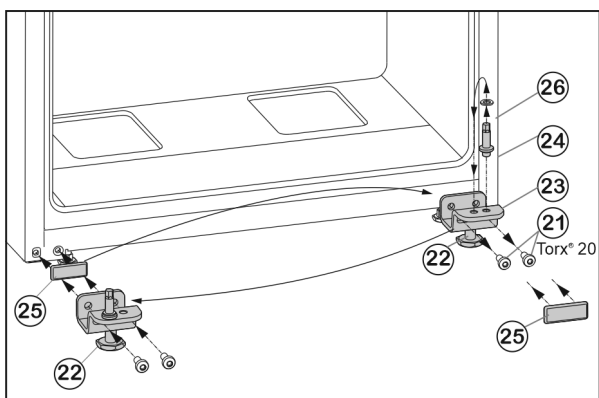

Fig. 7
- ▶ Atsukite tvirtinimo varžtus Fig. 7 (21).
- ▶ Nuimkite visą apatinę atraminę gembę Fig. 7 (23) su atraminiu varžtu Fig. 7 (24), poveržle Fig. 7 (26) ir reguliavimo kojele Fig. 7 (22).
- ▶ Visiškai atsukite atraminį varžtą Fig. 7 (24) su poveržle Fig. 7 (26), perkeltkite į priešingoje atraminės gembės pusėje esančią tvirtinimo angą ir vėl priveržkite.
- ▶ Atsargiai nuimkite dengiamąją plokštelę Fig. 7 (25) ir perkeltkite ją į priešingą pusę.
- ▶ Apatinę atraminę gembę Fig. 7 (23) su atraminiu varžtu Fig. 7 (24), poveržle Fig. 7 (26) ir reguliavimo kojele Fig. 7 (22) vėl tvirtai prisukite kitoje lankstų pusėje, prireikus, naudodami akumuliatorinį atsuktuvą (su 4 Nm).
- ▶ Apatines duris iš viršaus uždėkite ant atraminio varžto Fig. 7 (24).
- ▶ 180° pasukta vidurinę atraminę gembę (13) įstatykite į apatines duris ir tvirtinimo varžtais (11) (2 „Torx® 20“) tvirtai prisukite kitoje lankstų pusėje (su 4 Nm).
- ▶ Vėl uždėkite plastikinę poveržlę (10).
- ▶ Išsukite reguliavimo kojele Fig. 7 (22) apatinėje atraminėje gembėje Fig. 7 (23), kol ji priglus prie žemės.